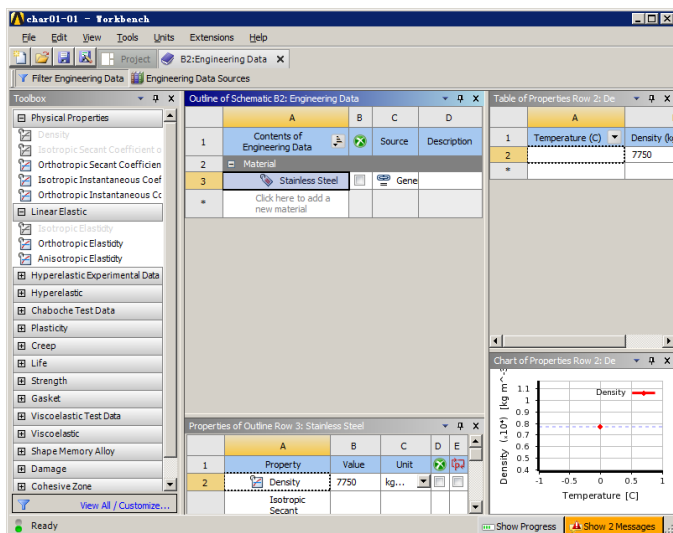

图 1-31 材料参数设置界面
**步骤 01** 双击项目 B 中的 B2 栏 Engineering Data 项，进入如图 1-31 所示的材料参数设置界面，在该界面下即可进行材料参数设置。